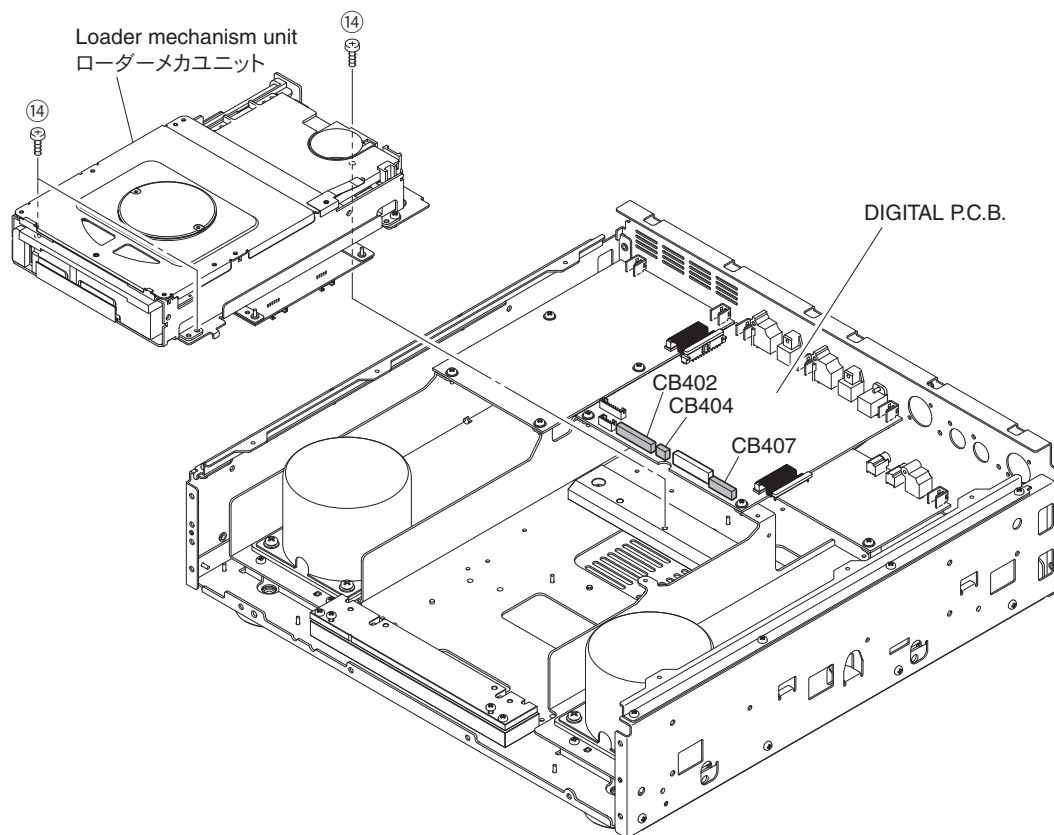

Fig. 6
- Remove 3 screws (14). (Fig. 6)
- Remove CB402, CB404 and CB407. (Fig. 6)
- Remove the loader mechanism unit. (Fig. 6)
- ⑭のネジ3本を外します。(Fig. 6)
- CB402、CB404、CB407を外します。(Fig. 6)
- ローダーメカユニットを外します。(Fig. 6)